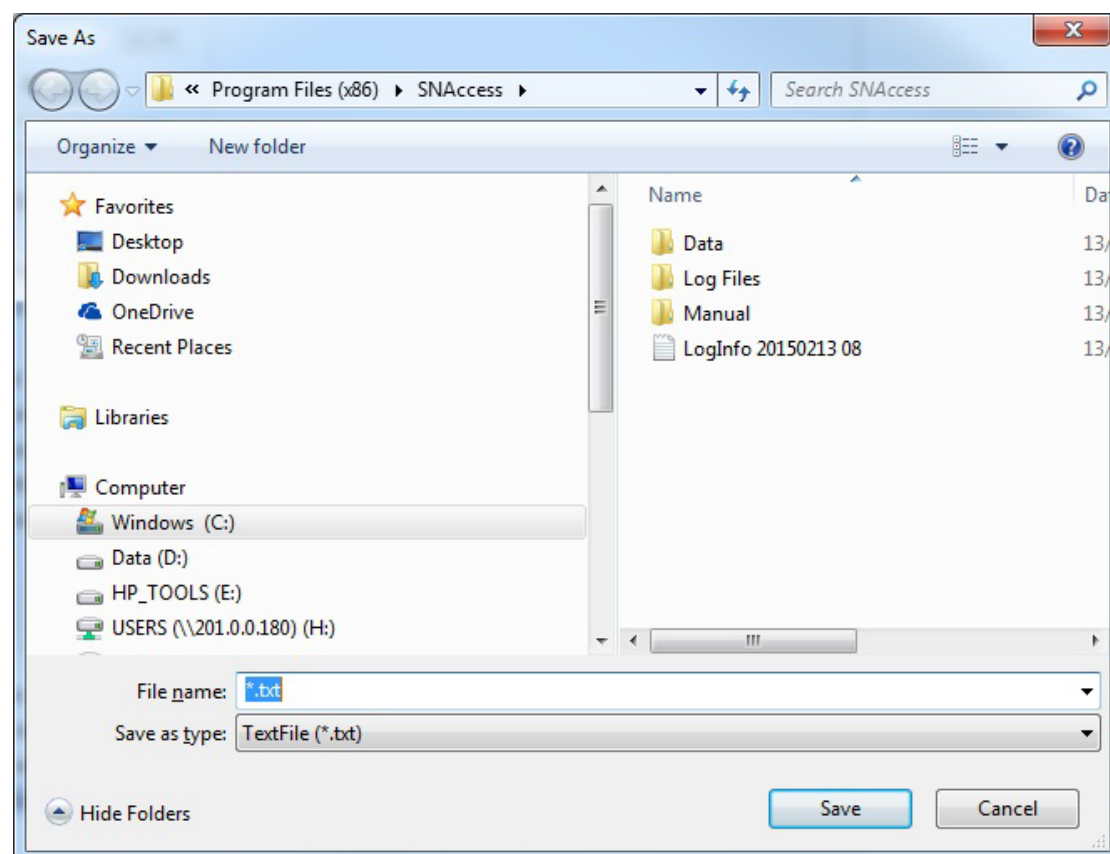

Figure 5-20
1. 在表中选择输入窗口中的“导出”图标，并选择文本或 Excel，这将显示一个默认目标位置 C: \Program Files (x86) \SNAcess (图5-20)。